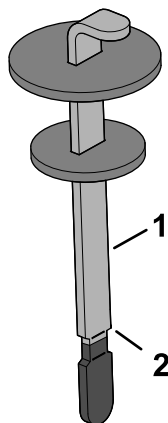

Figura 180
4. Retire la varilla del cuello de llenado y límpiela con un paño limpio. Inserte la varilla en el cuello de llenado; luego retírela y compruebe el nivel del fluido. El nivel de fluido debe llegar a la marca de la varilla (Figura 180).